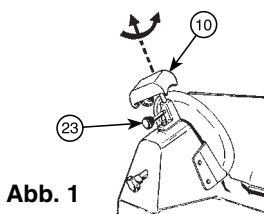

Abb. 1
- Darauf achten, dass der bewegliche Resthalter (2) geschlossen ist (Einstellrad (6) in Position "0").
- Lösen Sie den Sperrknopf (23) von der Schleifeinheit (10).
- Heben Sie die Schleifeinheit (10) an, drehen Sie sie um 180°, sodass sich beide Räder in Betriebsstellung befinden. Siehe Abb. 1
- Die Schleifeinheit (10) ablassen, bis sie einrastet.
- Die Einheit durch Drehen des Sperrknopfs (23) sichern.
- Einschalten (5).
- Taste (26) drücken und das Messer ca. 1 Minute lang laufen lassen. Sobald das Messer still steht, prüfen, ob sich eine raue Kante gebildet hat.
- Nach der Überprüfung ob sich ein Grat gebildet hat, schalten Sie das Gerät ein und drücken Sie die Taste (27) vorsichtig ca. 3 Sekunden lang, um den während des Schärfens gebildeten Grat zu entfernen.
- Die verstellbare Platte (2) auf den grösste mögliche Abstand vom Messer (3) durch das Drehen des Drehknopfes (6) bringen.
- Die Schleifgruppe (10) auf die verstellbare Platte legen (Sehen Fig. 1) und durch den Griff (23) darauf befestigen.
- Den Motorbetätigungsschalter für das automatische Schleifen einschalten (5). Falls nötig, den Drehknopf mit Gradeinteilung (6) drehen, bis sich den Schleifstein gemeinsam mit dem Messer dreht.
- Das Messer während ungefähr einer Minute schleifen, dann den Druckknopf (27) gegen die Bildung von Grat für ca. zwei -drei Sekunden drücken.
- Inzwischen den Motor abschalten. Nach dem Schleifen die Schleifsteingruppe (10) von der verstellbaren Platte (2) entfernen und diese in ihr ursprüngliches Gehäuse zurücklegen.